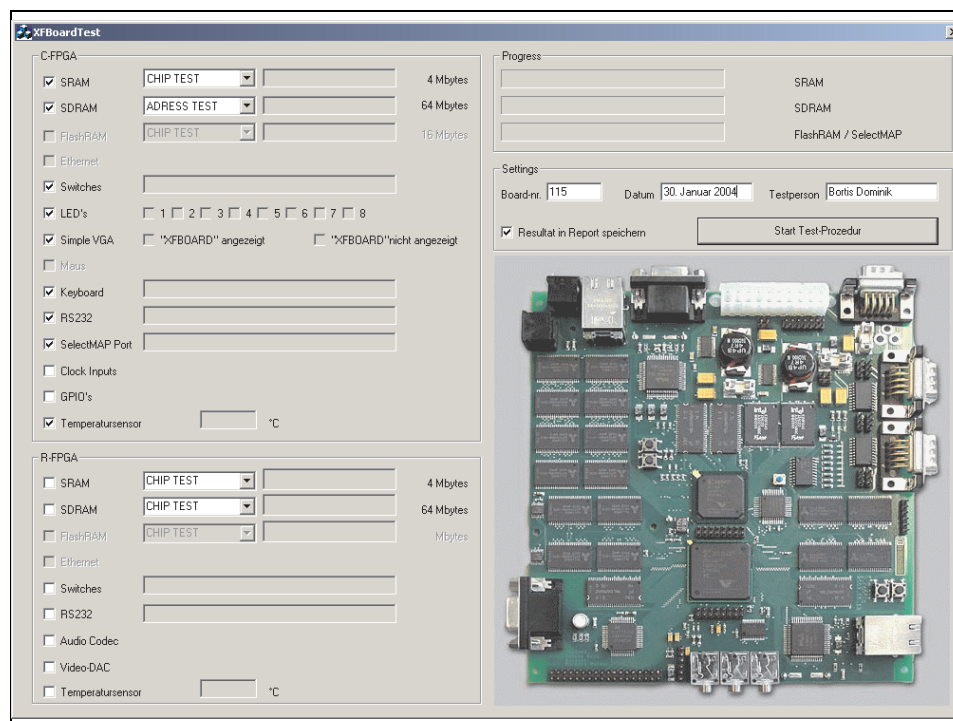

Abbildung 2.2: Graphische User Interface
2. Starten Sie die Anwendung `XFBoardTest.exe`. Die Applikation (Abbildung 2.2) wird gestartet.